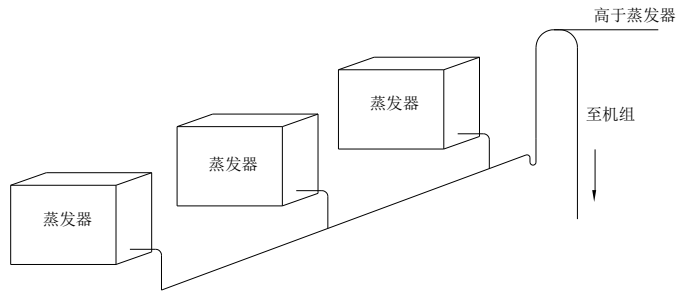

图 3
- ④ 当吸气管道从蒸发器下部布管时，应在吸气管路上设置一个倒 U 型弯，用以防止机组停止运行时，蒸发器中的制冷剂液体流向机组中，造成压缩机液击；（见图 3）